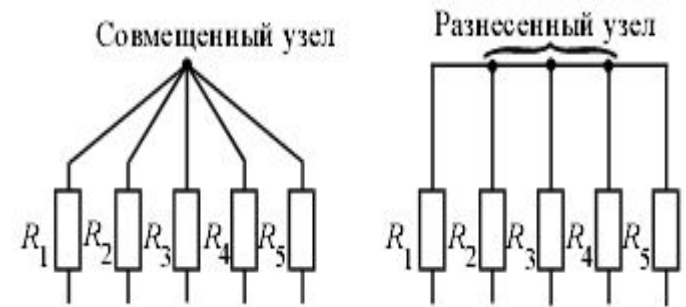

Рис.1.
• **Узел** – точка соединения трех и более ветвей (см. рис.1.) – совмещенный и разнесенный узел.